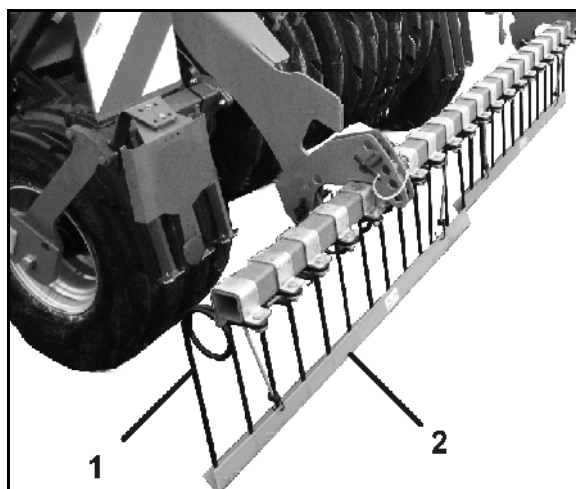

Рис. 31
Задненавесные выравниватели (Рис. 31/1) создают мелкокомковатую структуру почвы для подготовки к севу. Для механического уничтожения сорняков они оставляют на поверхности почвы обрубленные пожнивные остатки, чтобы они высохли и отмирили.
4. Защитные планки (Рис. 31/2) закрепите при помощи затяжных ремней над зубьями выравнивателей.